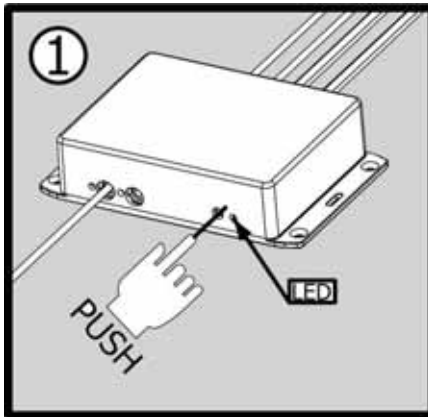

Abb. 18
- 1 - Drücken Sie den Programmierknopf (Abb.18) und wenn das LED-Signal angeht, lassen Sie den Knopf los.